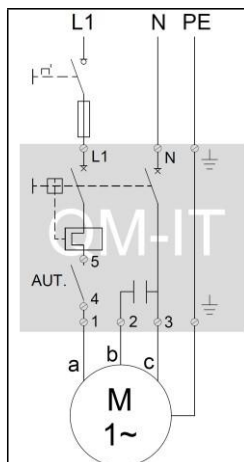
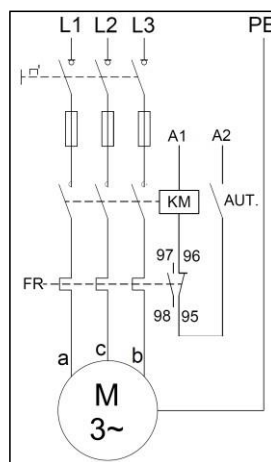

Fig.2
Fig.3
- Schließen Sie einphasige Pumpen wie in Abb.2, 3-phasige Pumpen wie in Abb.3 an.
- En cas d'électropompe monophasée (1~), brancher la pompe selon le schéma de branchement Fig. 2, ou selon le schéma Fig. 3 en cas d'électropompe triphasée (3~).